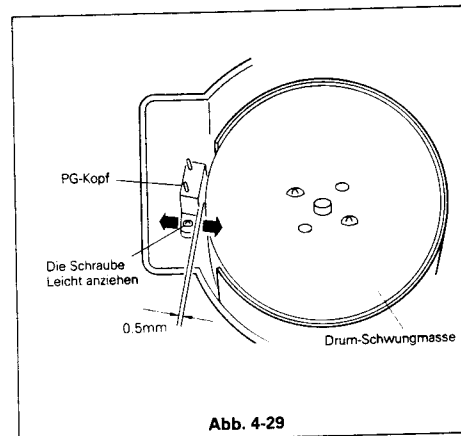
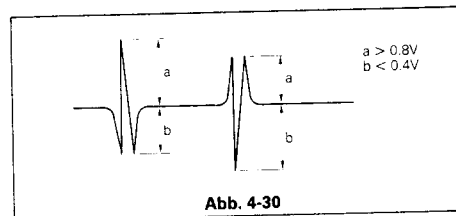

Abb. 4-29
Abb. 4-30
2. Schließen Sie ein Oszilloskop an den Pin (B) des Steckers [MA] auf der Hauptplatine an und justieren Sie den PG-Kopf wie in Abb. 4-29 so, daß beide Impulse positiv und negativ wenigstens 0,8V betragen. Siehe Abb. 4-30. Gehen Sie sicher, daß der negative und positive Ausschwinger nicht über 0,4V ist.